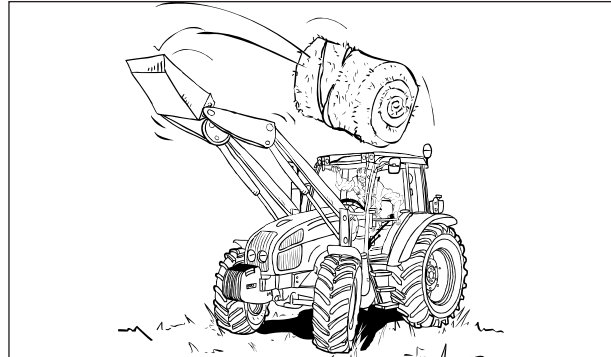

Fig. 28a
**ATENCIÓN:** La utilización en modo impropio del cargador y del tractor equipado con cargador, como así también el transporte y la manipulación de cargas no bloqueadas, constituyen un grave peligro para la seguridad del conductor y la de las personas cercanas al tractor, en virtud de la posibilidad de caída de objetos desde lo alto. (Fig. 28a) [4.5.a]